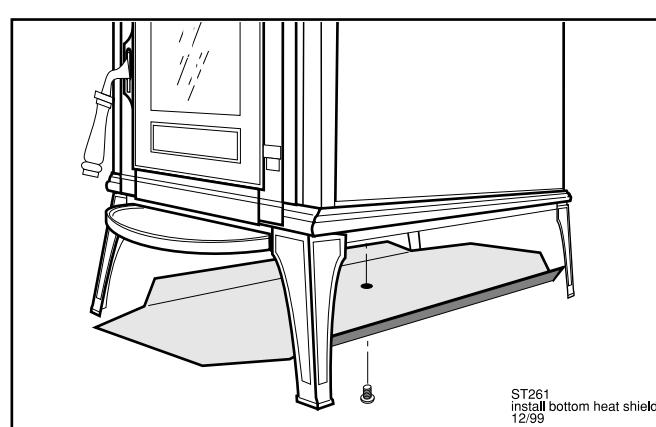

図27 ボトムヒートシールドの取り付け。
- 1.1/4-20×3/8"ネジを、ストーブの底にある中央の突起から外してください。(図27)